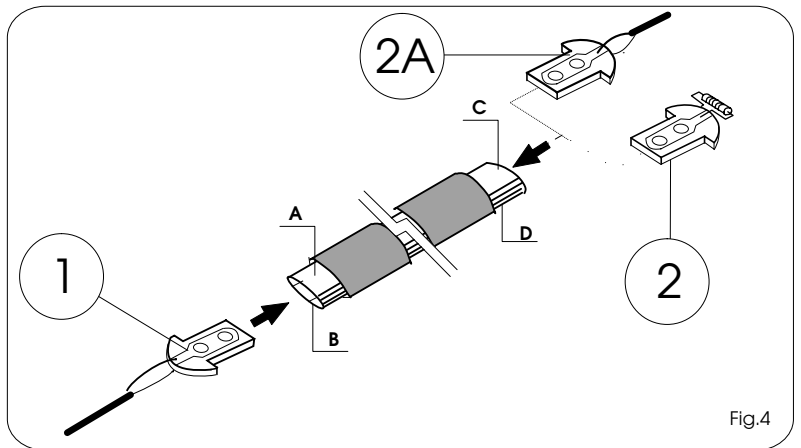
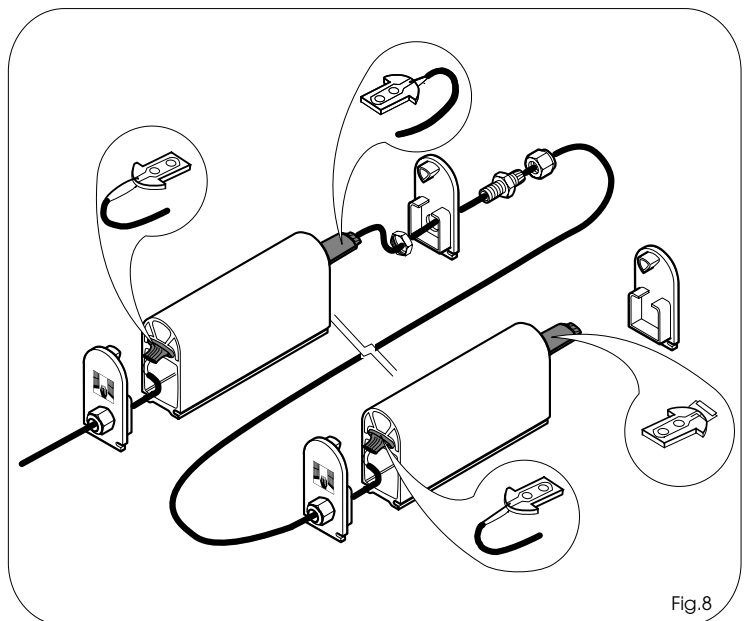

Fig.4
Fig.8
- 5) Inserire il terminale con cavo (Fig.4 rif.1) all' interno della striscia sensibile, effettuando su quest' ultima una pressione laterale per agevolarne l' inserimento fino a battuta.
Con l' ausilio di pinze pressare la striscia sensibile ai punti A e B (Fig. 4) fino a rendere visibile le 2 corone artigiate del terminale sulla parte esterna della striscia.
- 9) Inserire il terminale con resistenza all' interno della striscia sensibile (Fig.4 rif.2), effettuando su quest' ultima una pressione laterale per agevolarne l' inserimento fino a battuta.
Con l' ausilio di pinze pressare la striscia sensibile ai punti C e D (Fig. 4) fino a rendere visibile le 2 corone artigiate del terminale sulla parte esterna della striscia.
- 17) Per la realizzazione di una costa per il montaggio in serie, effettuare sul profilo in gomma l' incisione a "V" indicata in Fig. 2 rif. 2 da entrambi i lati; eseguire le operazioni sopradescritte utilizzando due terminali con cavo (Fig. 4 rif.2A), due tappi con foro e due pressacavo; procedere poi al cablaggio come indicato in Fig.8.
- 5) Fit the terminal with cable (Fig.4 ref.1) inside the sensitive strip, pressing the strip sideways so that the terminal fits right at the end.
Using pliers, press the sensitive strip at points A and B (Fig. 4) to expose the 2 toothed platelets of the terminal on the outer part of the strip.
- 9) Insert the terminal with resistance inside the sensitive strip (Fig.4 ref.2), pressing the strip sideways so that the terminal fits right at the end.
Using pliers, press the sensitive strip at points C and D (Fig. 4) to expose the 2 toothed platelets of the terminal on the outer part of the strip.
- 17) To produce an edge for in-series installation , cut a "V" on both sides of the rubber profile as shown in Fig.2 ref.2; carry out the operations described above, using two terminals with cable (Fig. 4 ref.2A), two plugs with hole and two cable grippers; this done, install the cables as indicated in fig.8.
- 5) Introduire la cosse avec câble (Fig. 4 - réf.1) dans la bande sensible, en effectuant sur cette dernière une pression latérale pour en faciliter l'introduction jusqu'à la limite.
Presser, avec des pinces, la bande sensible aux points A et B (Fig. 4) jusqu'à ce que les 2 couronnes dentées de la cosse sur la partie externe de la bande ne soient bien visibles.
- 9) Introduire la cosse avec résistance dans la bande sensible (Fig. 4 - réf. 2), en effectuant sur cette dernière une pression latérale pour en faciliter l'introduction jusqu'à la limite.
Presser, avec des pinces, la bande sensible aux points C et D (Fig. 4) jusqu'à ce que les 2 couronnes dentées de la cosse sur la partie externe de la bande ne soient bien visibles.
- 17) Pour la réalisation d'un bord pour le montage en série, effectuer des deux côtés du profil en caoutchouc l'incision en "V" indiquée dans la Fig. 2 réf. 2; effectuer les opérations décrites ci-dessus en utilisant deux terminaux dotés d'un câble (Fig. 4 réf.2A), deux bouchons percés et deux serre-câbles; ensuite, procéder au câblage comme l'indique la fig. 8.
- 5) Das Schrumpfschlauch (Abb.4 Bez.1) ins Innere des Fühlstreifens einführen. Auf diesen muß ein seitlicher Druck ausgeübt werden, um die Einführung bis zum Anschlag zu erleichtern. Mit Hilfe einer Zange wird nun der Fühlstreifen an den Punkten A und B (Abb. 4) angepreßt, bis die beiden Zahnkränze des Endstücks auf der äußeren Seite des Streifens sichtbar werden.
- 9) Das Endstück mit Widerstand in das Innere des Fühlstreifens einführen (Abb.4 Bez.2). Auf diesen muß ein seitlicher Druck ausgeübt werden, um die Einführung bis zum Anschlag zu erleichtern. Mit Hilfe einer Zange wird nun der Fühlstreifen an den Punkten C und D (Abb. 4) angepreßt, bis die beiden Zahnkränze des Endstücks auf der äußeren Seite des Streifens sichtbar werden.
- 17) Für die Verwirklichung einer Fühlerleiste für die Serienmontage ist gemäß Abb. 2, Bez. 2 auf beiden Seiten des Gummiprofils ein "V"-förmiger Einschnitt zu machen; für die Durchführung obiger Vorgänge sind zwei Endstücke mit Kabel (Abb. 4, Bez. 2A), zwei Stöpsel mit Bohrung und zwei Kabeldurchgänge zu verwenden; dann gemäß Abb. 8 verkabeln.
- 5) Introduzcan el terminal con cable (Fig.4 ref.1) en el interior del borde sensible, efectuando sobre este último una presión lateral para agilizar la introducción hasta el tope.
Con la ayuda de pinzas, presionen el borde sensible en los puntos A y B (Fig. 4) hasta que puedan verse las dos coronas dentadas del terminal en la parte exterior del borde.
- 9) Introduzcan el terminal con resistencia en el interior de la tira sensible (Fig.4 ref.2), efectuando sobre esta última una presión lateral para facilitar la introducción hasta el tope.
Con la ayuda de pinzas presionen la tira sensible en los puntos C y D (Fig. 4) hasta que puedan verse las 2 coronas dentadas del terminal en la parte exterior de la tira.
- 17) Para la realización de un borde para el montaje en serie, efectuar por ambos lados del perfil de goma la incisión en "V" indicada en la Fig. 2 ref. 2; efectuar las operaciones arriba descritas utilizando dos terminales con cable (Fig. 4 ref.2A), dos tapones con orificio y dos prensacables, seguidamente realizar el cableado tal y como se indica en la fig.8.